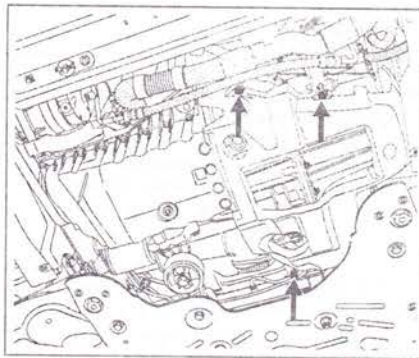

Рис. 5.17. Снимите шумоизоляционные кожухи коробки передач (нижнюю и заднюю части).
12. Снимите передние колеса, защиту поддона картера двигателя (центральную и переднюю), шумоизоляционные кожухи коробки передач (нижнюю и заднюю части) (рис. 5.17).